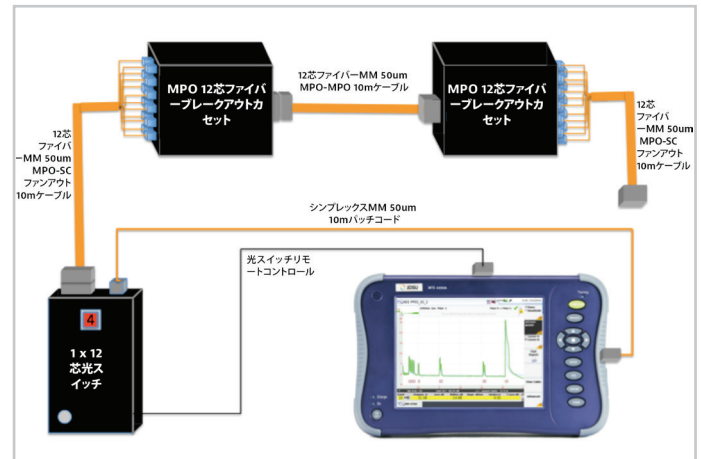

図7. ブレイクアウトカセットによる高分解能リンクテスト構成
- 新型VIAVI EVO-Aモジュール - EF適合のためのMTS-8000 (v2) および6000A v2プラットフォーム用モジュールです。外部EFモードコンディショナーの必要がなくなるため、テスト構成が簡素化され、EF適合で提供される損失確度が確実に改善されます (本書後出の図7を参照)。